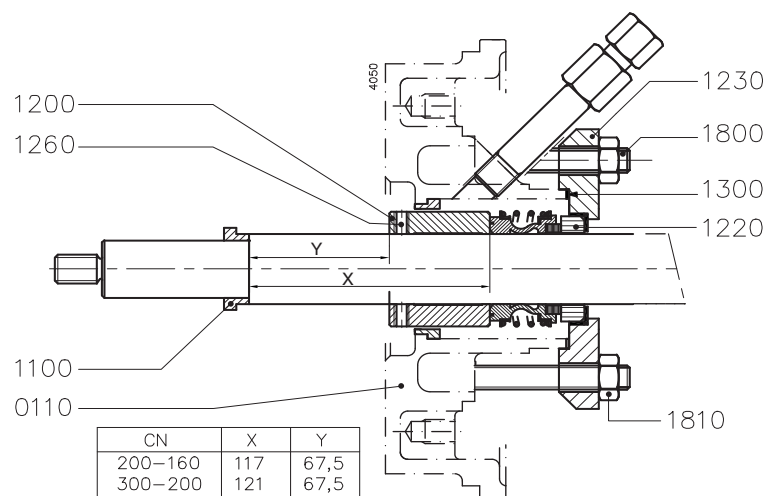

Abbildung 25: Einstellen der Wellenschutzhülse bei 200-160 und 300-200.
- 8 Die Wellenschutzhülse (1200) anbringen. Bei Pumpentypen 200-160 und 300-200 muss die Wellenschutzhülse (1200) nach Maß Y angebracht werden, siehe Abbildung 25.